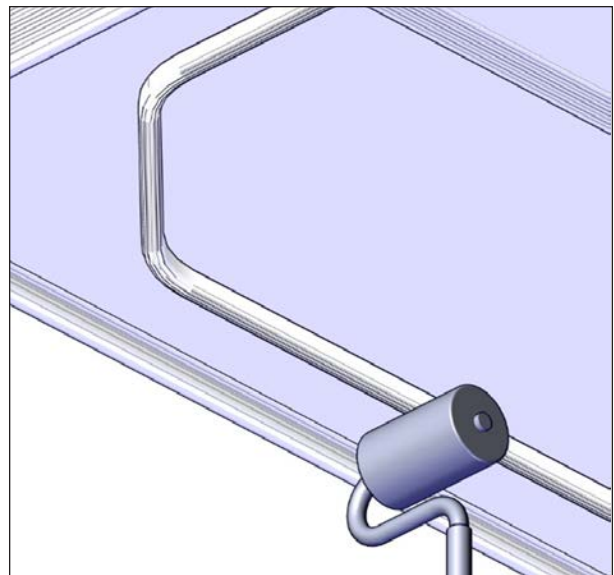

FIGURE 57: APPLICATION DE PRESSION AVEC LE ROULEAU
13. Lorsque le joint est bien dégagé des agrafes, lever le couvercle à une hauteur de 91 cm (36 po). Appliquer une pression minimale de 7 kg (15 lb) sur le joint avec le rouleau tel que montré dans la Figure 57 afin que l'adhésif adhère bien au dessous du couvercle.